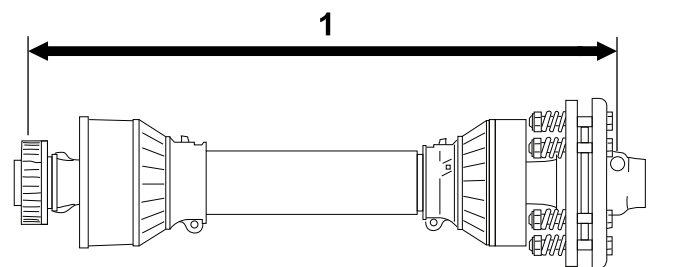

Figure 15
- Mesurez la distance entre le centre de la boule de la goupille de verrouillage à l'extrémité de l'arbre de PDF et le centre de la goupille de verrouillage à l'autre extrémité (Figure 15).
distance obtenue à la Figure 15. Exemple : 81 cm moins 67 cm égale 14 cm.